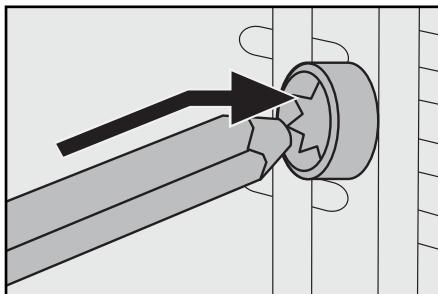

Abb. 1: Drehspieß 16 in den Antrieb 1 schieben.
- Schieben Sie zuerst das Ende des Drehspießes 16 ohne Nut in den Antrieb 1 (Abb. 1):